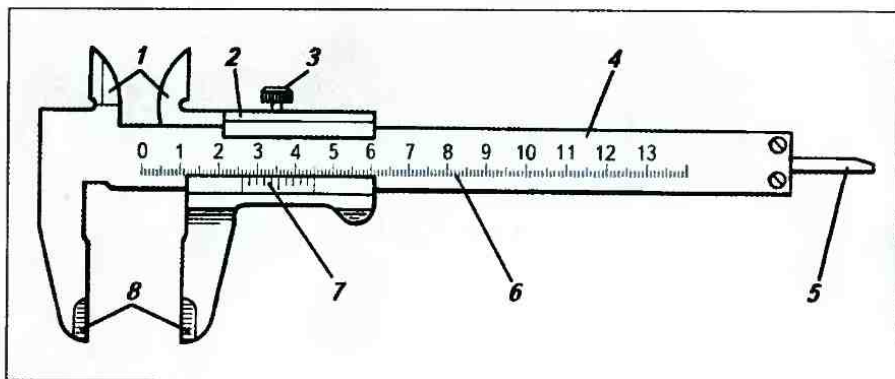

Рис. 39
- б) определите тип штангенциркуля, изображенного на рис. 39;